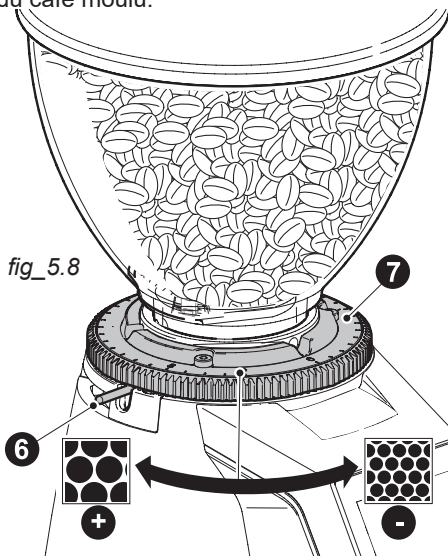

fig. 5.8
Appuyer sur le pivot d'arrêt de moulins (6 – fig. 5.8) et tourner la bague (7) dans le sens souhaité. Une fois le réglage trouvé, relâcher le pivot pour verrouiller le réglage. Vérifier le blocage avant chaque allumage. Le réglage doit être effectué avec le moteur éteint